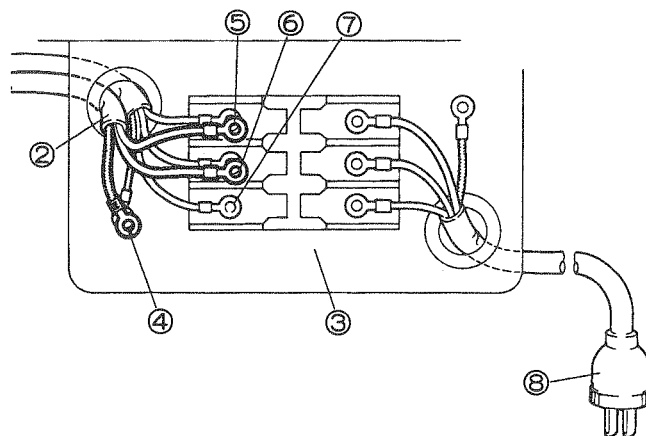

図2
電源中継コードの接続 (図2~3)
電源中継コード②を押しボタンスイッチ③に接続するときは、図2を参考に、アース線(⑥マーク付または緑/黄のスパイラルコード)をアース端子④に接続してください。